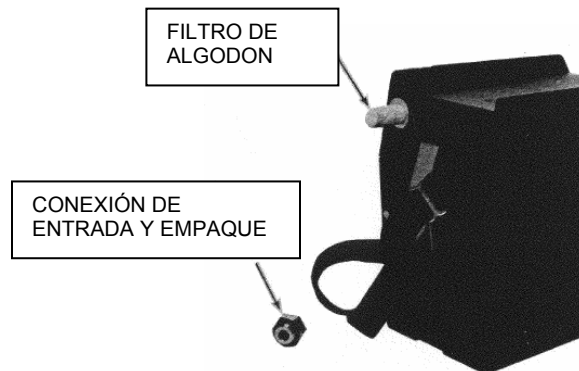

Figura 4-2. Reemplazo del Filtro de Algodón
2. Si no lo hace, reemplace el filtro de algodón removiendo la conexión de entrada y el empaque y quite el filtro, Figura 4-2, usando unas pinzas.
20. Coloque la sección inferior de la caja en el instrumento de manera que sus tornillos de apriete manual, Figura 4-2 estén colocados fuera de las conexiones de entrada y salida.
8. Coloque la sección inferior de la caja en el instrumento de manera que las tornillos de ajuste manual, Figura 4-2, estén colocados lejos de los de las conexiones de entrada y salida.